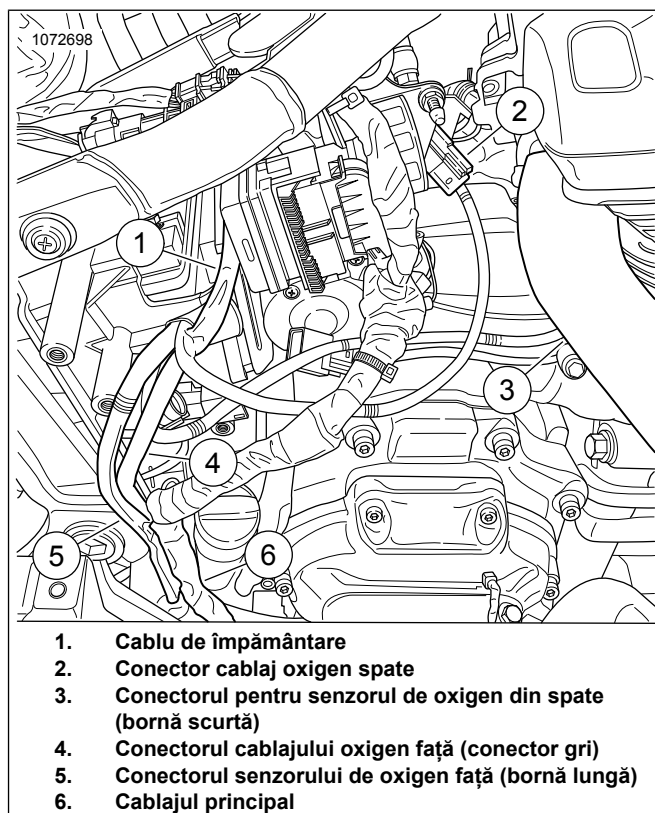
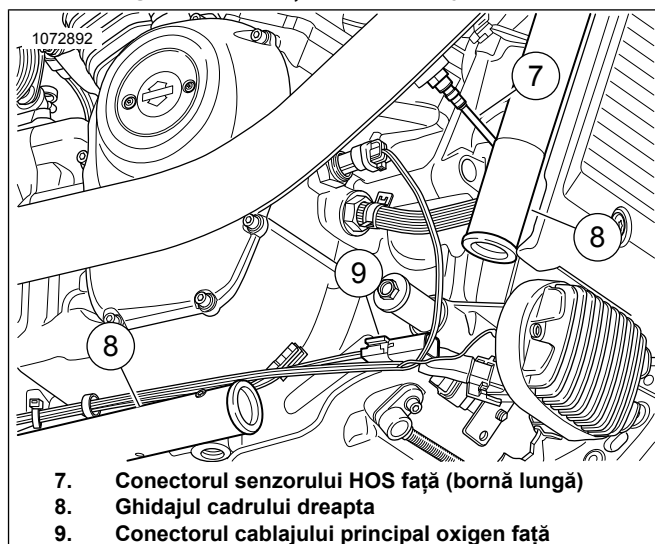

Figura 24. Direcționarea cablajului ATM
Figura 25. Direcționarea cablajului ATM față (piese înlăturate pentru vizibilitate)
16. Consultați Figura 24 și Figura 25. Direcționați cablajul pentru oxigen față cu conectorul gri (4) în afara compartimentului pentru baterii:
- Localizați cablajul principal (6).
- Direcționați cablajul (4) cu conectorul gri de-a lungul cablajului principal către conectorul cablajului principal față (9).
- Fixați cablajul la partea interioară a ghidajului cadrului dreapta (8) cu curele pentru cabluri dacă este necesar.
17. Direcționați conectorul cablajului negru (2) la cablajul principal. Conectori care se potrivesc la culoare: negru la negru.
- Direcționați cablajul conectorului senzorului de oxigen față (5) în afara compartimentului pentru baterii.
- Direcționați cablajul (5) de-a lungul cablajului principal către senzorul de oxigen față (7).